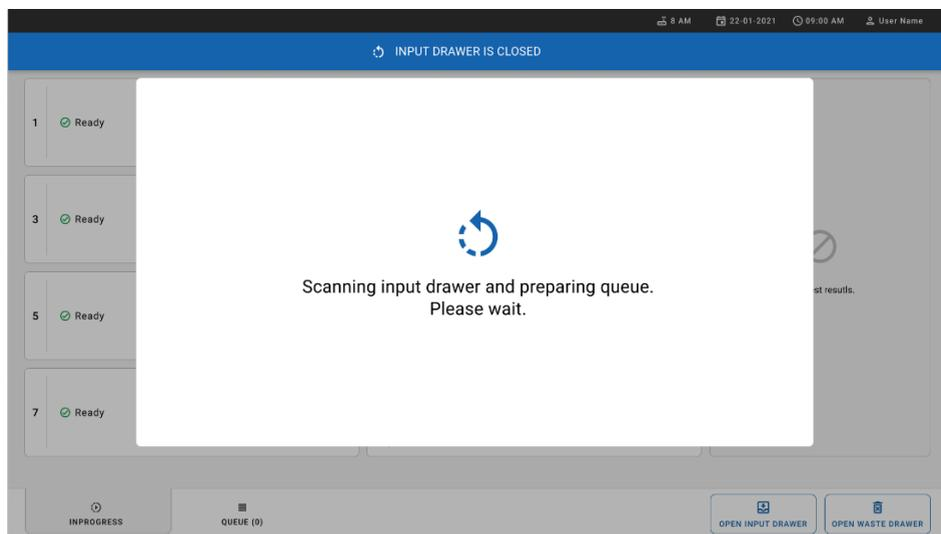

Figure 29. Écran de préparation de la file d'attente.
14. Fermez le tiroir d'entrée lorsque toutes les cartouches ont été balayées et insérées. Le système analyse les cartouches et prépare une file d'attente (figure 29).